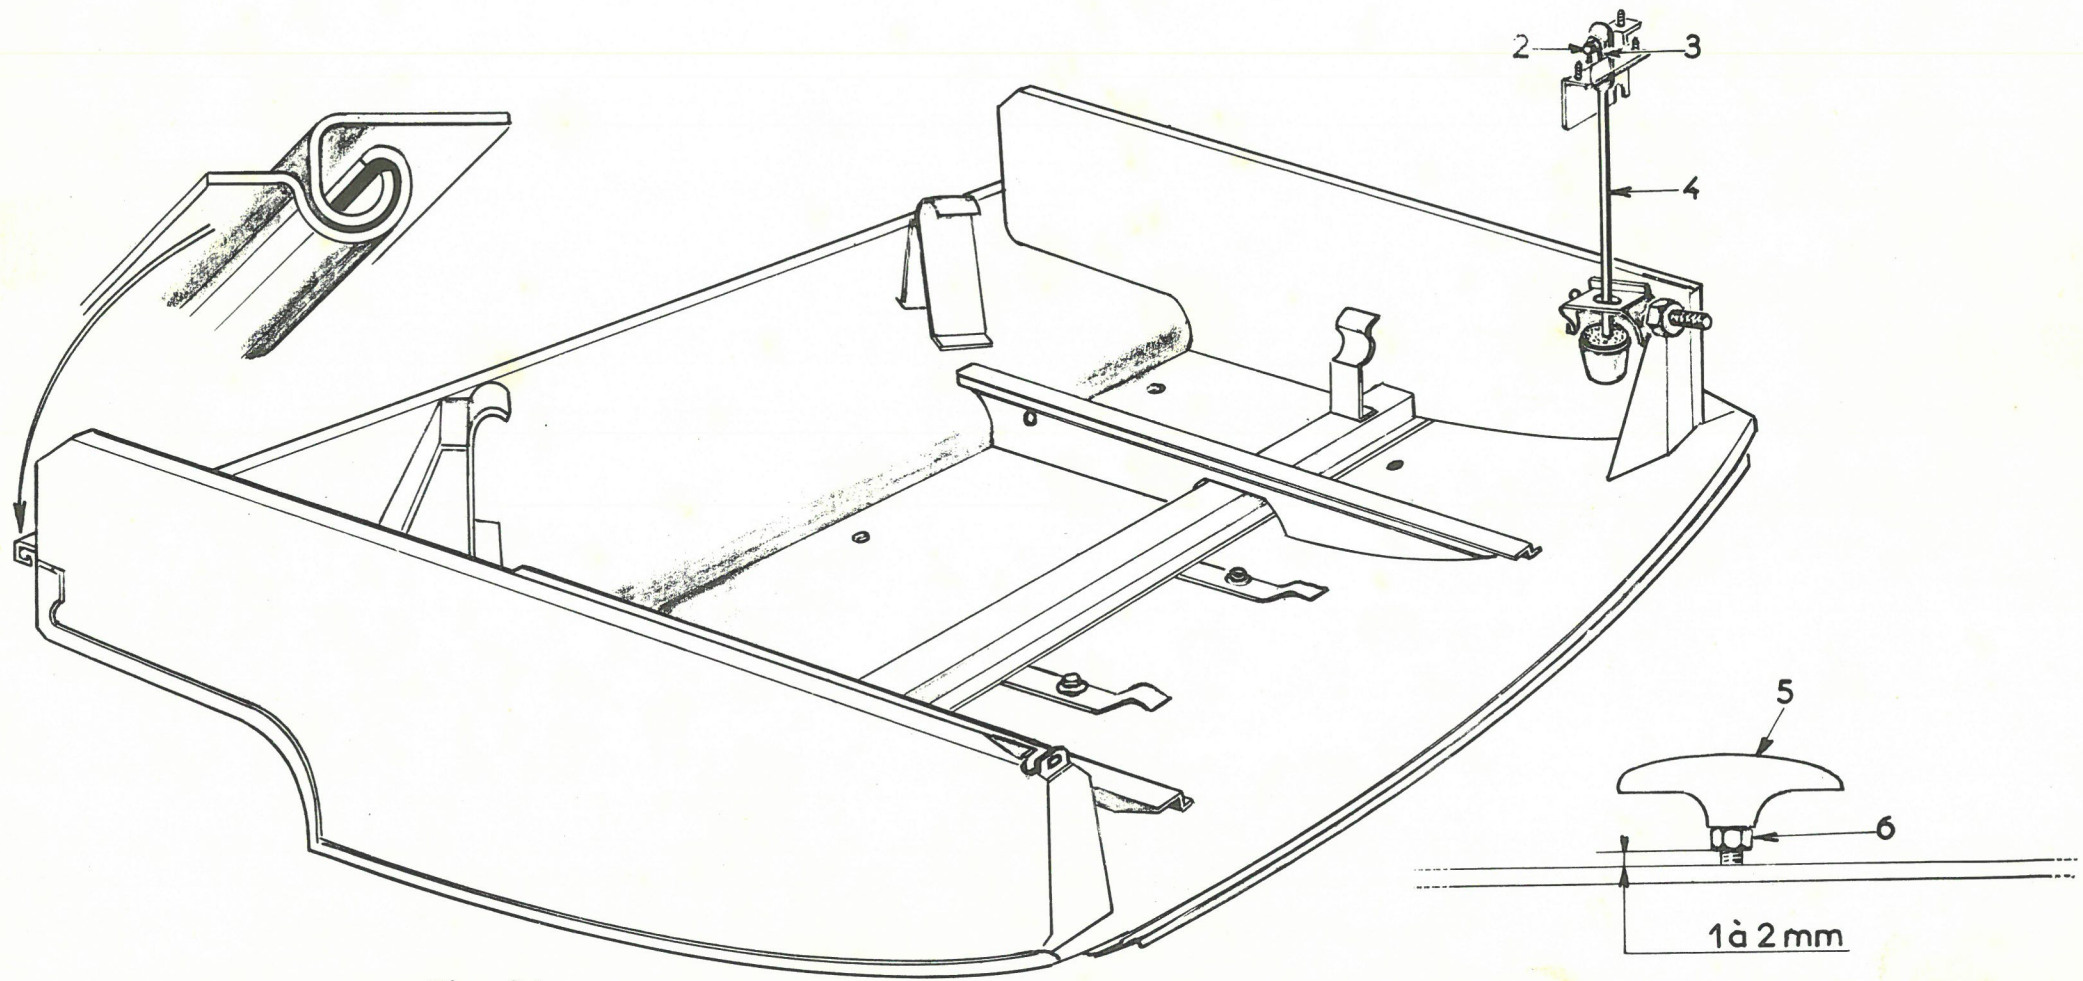

Fig. 24
- DEPOSE et POSE d'un COFFRE de ROUE de SECOURS, y compris REGLAGE DU VERROUILLAGE - Fig. 24 -